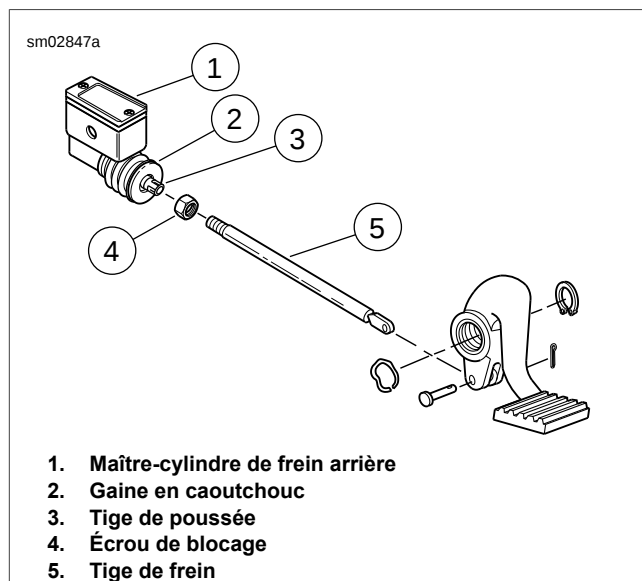

Figure 1-34. Hauteur de la pédale de frein arrière (typique)
1. Voir Figure 1-34. La tige de frein (5) est vissée dans la tige de poussée (3) du maître-cylindre de frein arrière (1) et verrouillée en place avec un écrou de blocage (4). Desserrer l'écrou de blocage.